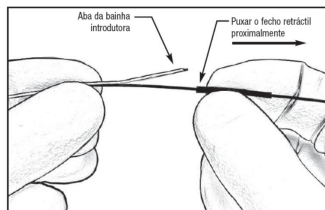

Figura 3 – Puxar o fecho retrátil proximalmente
16. Mantenha o dispositivo imediatamente distal ao fecho retrátil e puxe o fecho proximalmente para expor a aba destacável na bainha introdutora. Consulte a Figura 3.